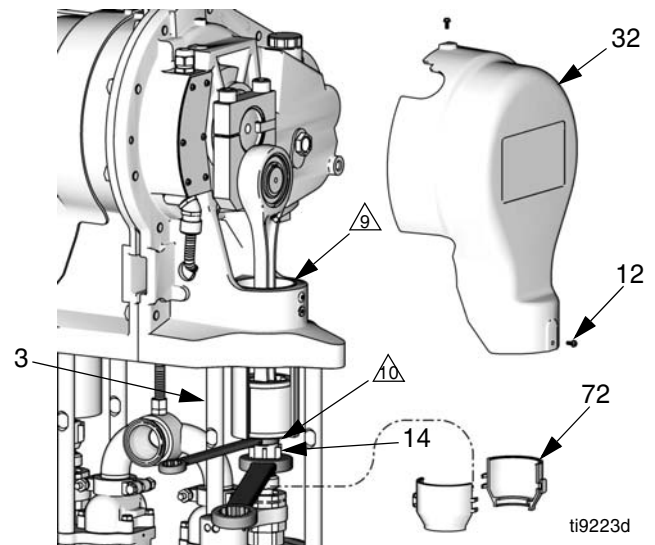

FIG. 5. Rimuovere il dado di accoppiamento
1. Rimuovere le quattro viti (12) ed entrambi i coperchi (21, 32). FIG. 5 mostra il coperchio (32) sul lato opposto a quello del motore; il coperchio laterale del motore è (21).